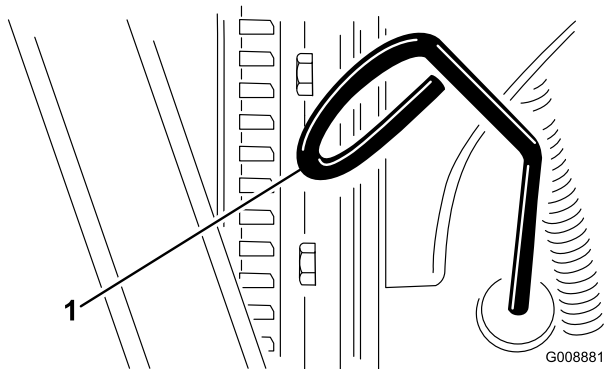

Figura 19
2. Retire la varilla (Figura 19) y límpiela con un paño limpio.